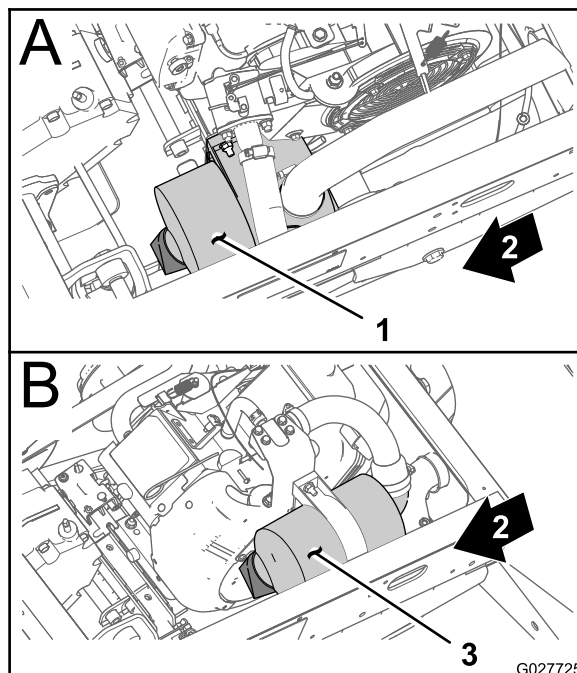
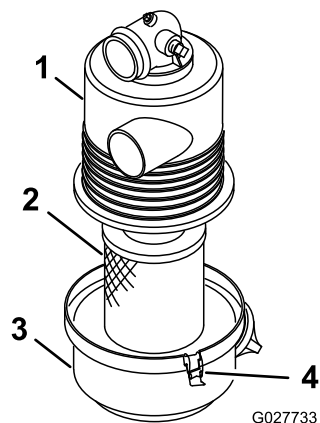

Рисунок 35
Рисунок 36
2. Проверьте корпус воздухоочистителя на отсутствие повреждений, которые могли бы вызвать утечку воздуха. Убедитесь, что крышка герметично установлена на корпусе воздухоочистителя (Рисунок 35 и Рисунок 36).
3. Отпустите защелки, фиксирующие крышку воздушного фильтра на его корпусе (Рисунок 36).
4. Отделите крышку от корпуса и очистите внутреннюю поверхность крышки воздушного фильтра (Рисунок 36).
3. Вставьте элемент в корпус воздушного фильтра (Рисунок 36).
4. Совместите крышку воздухоочистителя с его корпусом (Рисунок 36).
5. Закрепите крышку на корпусе защелками (Рисунок 36).